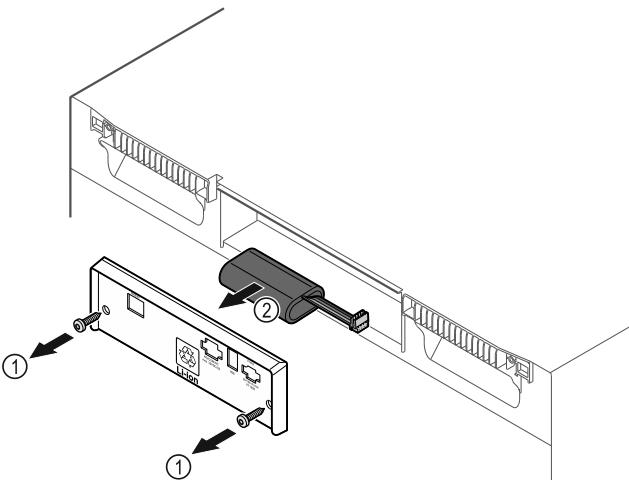

Fig. 185
- Deșurubați șuruburile și scoateți capacul de pe partea din spate a aparatului Fig. 185 (1).
- Deconectați și scoateți bateria Fig. 185 (2).